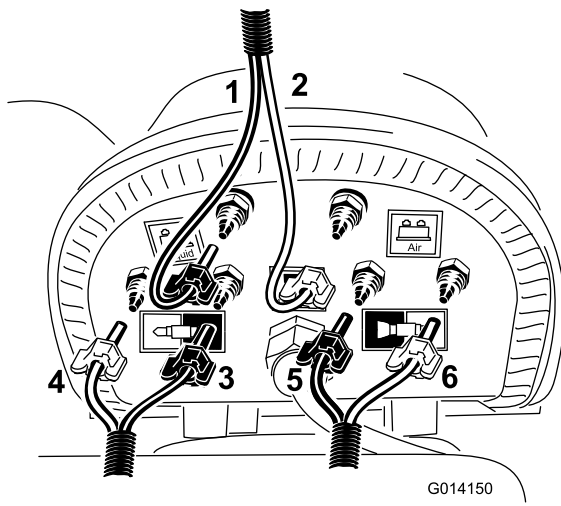

Figura 15
2. Instale os tubos azul e transparente nos dentes superiores correspondentes no compressor (Figura 15).
4. Localize o tubo de espuma localizado para a rampa esquerda e instale os tubos azul e branco nos locais mostrados em Figura 15.
5. Localize o tubo de espuma localizado para a rampa direita e instale os tubos azul e branco nos locais mostrados em Figura 15.